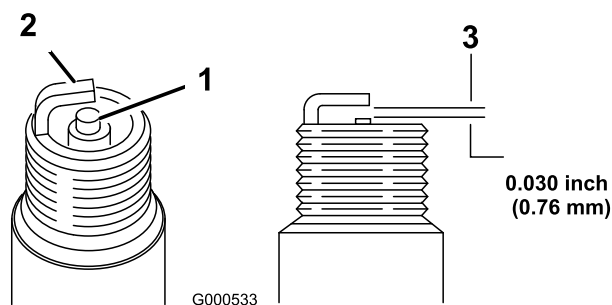

Figura35
11. Setaţi distanţa bujiei la 0,030 inch (0,76 mm) (Figura35).